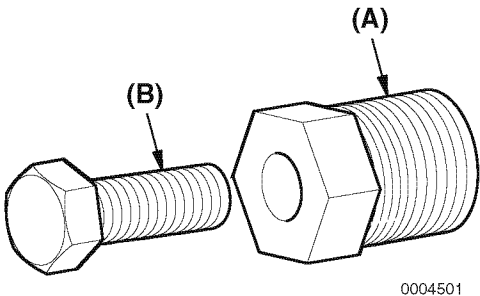

Figura 7
2. Instale o extractor (**Figura 7, (A)**) na hélice.
3. Gire o macaco de rosca (**Figura 7, (B)**) no sentido dos ponteiros do relógio para remover a hélice do corpo da bomba.